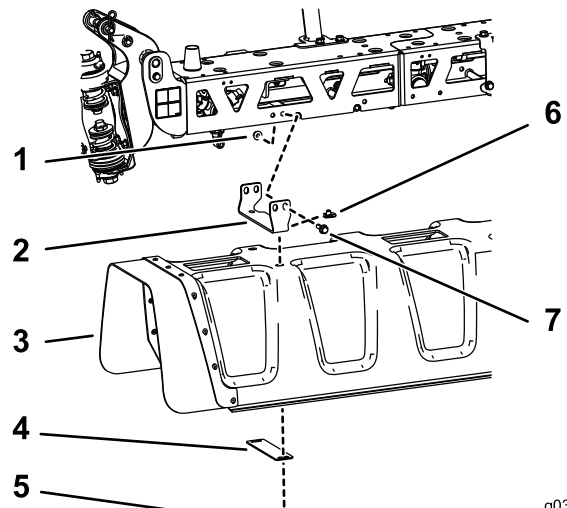

图1
1. 如 图1 所示，用 4 个 U 形螺母、2 个垫片和 4 个六角头螺栓（5/16 x 1-1/4 英寸）将中央护罩组件安装到支架上。
2. 如 图1 所示，用 2 个六角头螺栓（3/8 x 1-1/4 英寸）和 2 个凸缘螺母（3/8 英寸）将 2 个中央支架及喷洒臂安装板逐个安装到中央喷洒臂上。